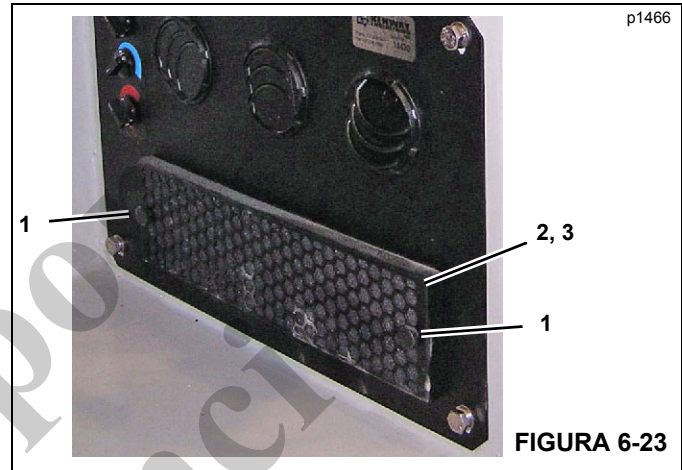

FIGURA 6-23
1. Retire los tornillos de apriete manual (1, Figura 6-23).
2. Retire la cubierta de acceso (2).
3. Retire el filtro (3) y límpielo con aire comprimido o con agua y jabón suave.